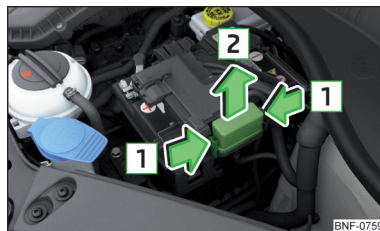

Fig. 169
Os fusíveis encontram-se por baixo de uma cobertura ao lado da bateria do veículo » Fig. 169.
- Apertar simultaneamente as teclas de travamento 1 da cobertura » Fig. 169.